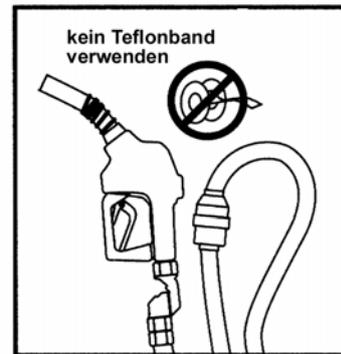

Bild 3
- Kein Teflonband verwenden (Bild 3).